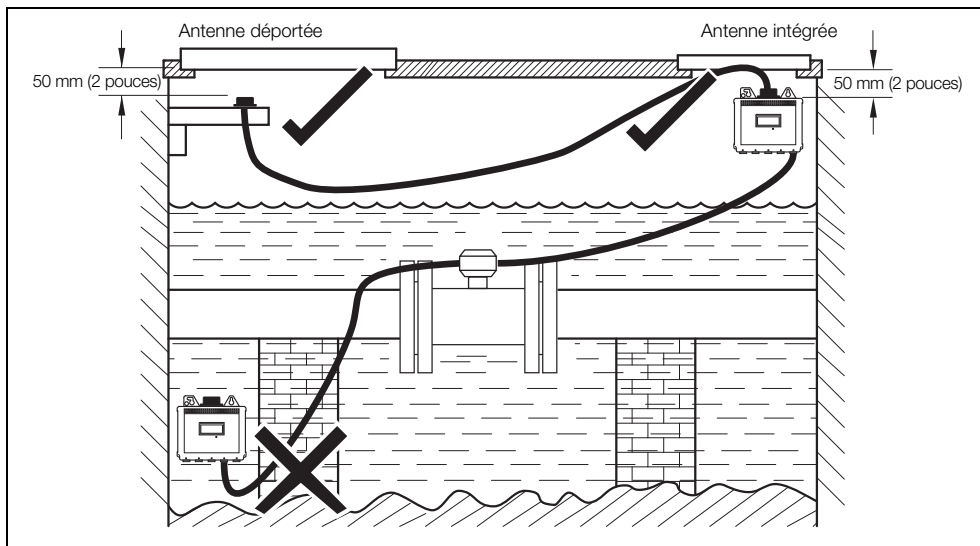

Fig. 2.22 Installation de l'antenne GSM
- L'antenne, montée 50 mm (2 pouces) au-dessous du couvercle de la chambre, est obligatoirement en plastique (reportez-vous à la Fig. 2.22)
- Assurez-vous que l'antenne ne puisse pas être submergée (reportez-vous à la Fig. 2.22).